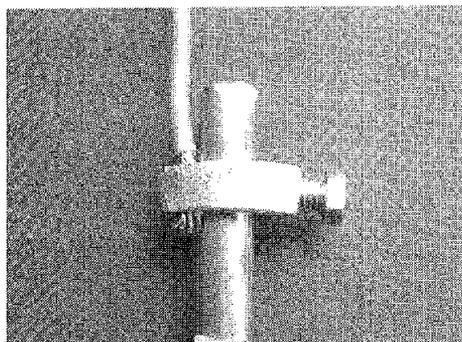

FIG. 24
- b) Entierre la varilla copperweld cerca del interruptor y conecte con el cable del número 8 al cabo verde del cable de uso rudo (fig. 24).